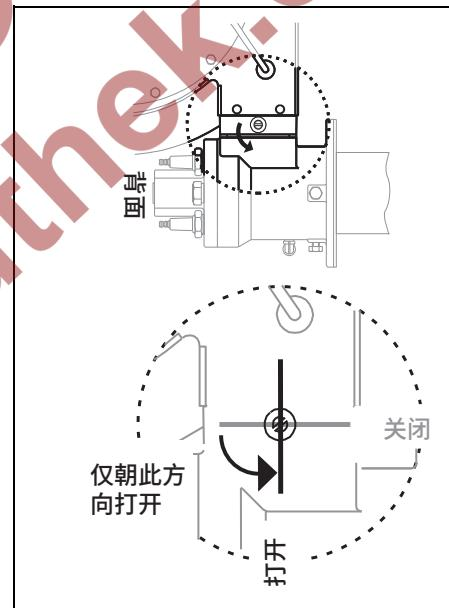

图 4.1. 空气蝶阀打开方向
8. 验证致动器是否朝燃烧器背面打开空气蝶阀，如图 4.1 所示。如果没有，请参考致动器文档，查看关于如何反转方向的说明。